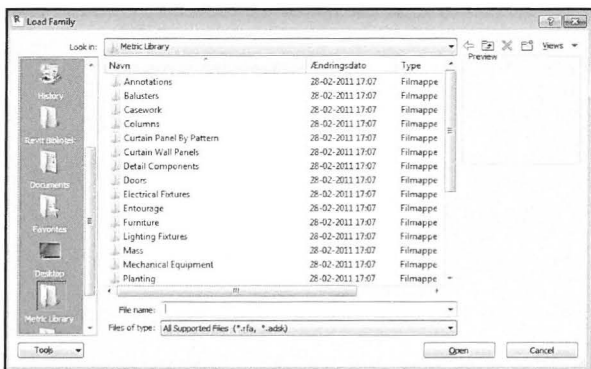

Fig. 08.18. Find filerne frem på din computer.
Ofte (dog ikke altid) vil man ved installationen af Revit, også have fået et bibliotek med forskellige *Families*, der kan anvendes i Revit (Fig. 08.18).
- Find frem til denne mappe eller dit eget Revit bibliotek og vælg de objekter der ønskes i projektet. Der kan vælges mere end et objekt ad gangen (Fig. 08.18).